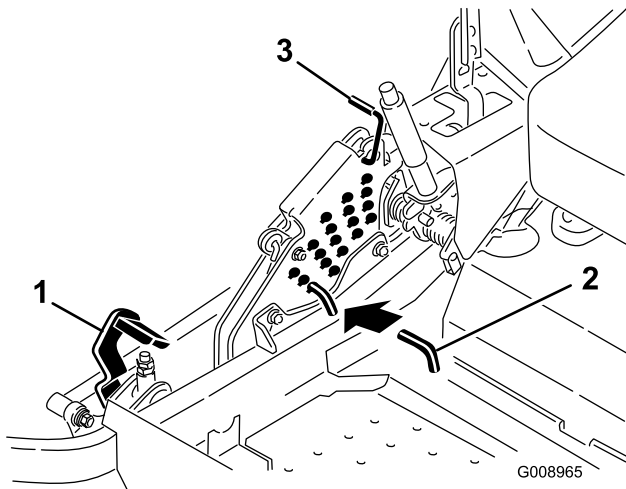

Figura 27
2. Premete il pedale di sollevamento del piatto di taglio e sollevate il piatto in posizione di trasporto (oltre la posizione dell'altezza di taglio di 140 mm) (Figura 27).
3. Per regolare, ruotate il perno di 90 gradi e togliete il perno dalla staffa dell'altezza di taglio (Figura 27).
4. Nella staffa dell'altezza di taglio scegliete un foro corrispondente all'altezza richiesta, ed inserite il perno (Figura 27).